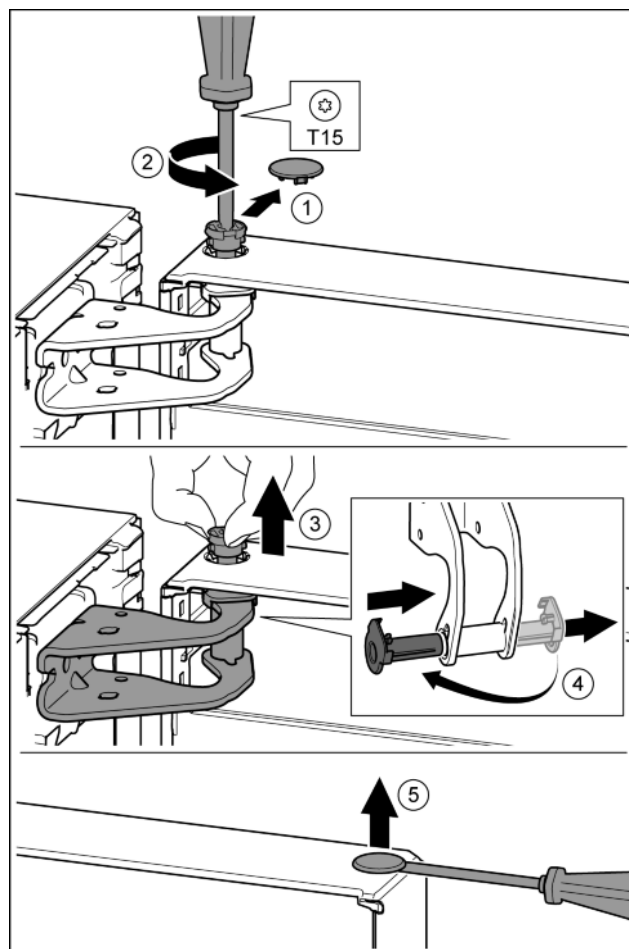

Fig. 9
- Ostrożnie zdjąć osłonę zabezpieczającą. Fig. 9 (1)
- Sworzeń wykręcić nieco przy pomocy śrubokręta T15. Fig. 9 (2)
- Przytrzymać drzwi i wyjąć sworzeń palcami. Fig. 9 (3)
- Tuleję łożyskową wyjąć z prowadnicy. Założyć z drugiej strony i zażębić. Fig. 9 (4)
- Zatyczkę ostrożnie podważyć przy pomocy śrubokręta i wyjąć z tulei łożyskowej drzwi. Fig. 9 (5)